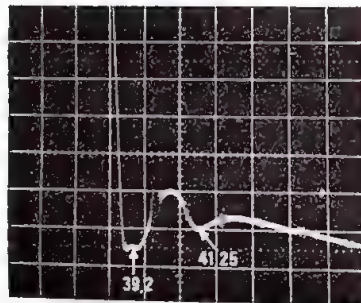

Fig. 2.
a. - Signal injecté 39,2 MHz. Régler T 102, T 105 (noyau supérieur), VR 101 et VR 104 de façon à obtenir l'affaiblissement maximal suivant la figure 2.